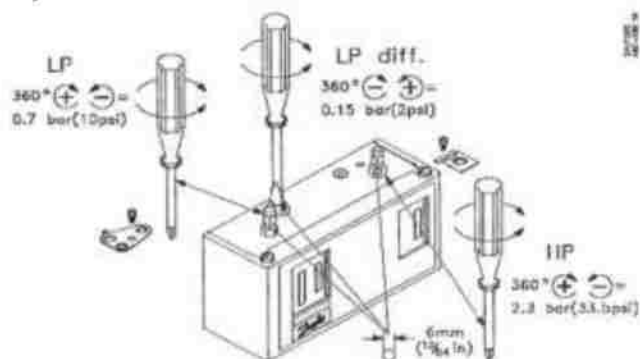

Рис. 2. Фрагмент инструкции фирмы 'Danfoss' по настройке реле давления марок KP 15
**Сдвоенные реле давления** также имеют регулировочные винты на верхней части: один для стороны низкого давления и один для стороны высокого давления. Соответственно на лицевой стороне расположены две шкалы давления и шкала дифференциала. Винт стороны низкого давления зафиксирован пластинкой. Увеличение вставки у сдвоенных реле давления, как правило, происходит вкручиванием регулировочного винта по часовой стрелке, уменьшение — выкручиванием против часовой стрелки. Увеличение дифференциала у реле давления, как правило, происходит выкручиванием регулировочного винта против часовой стрелки, уменьшение — вкручиванием по часовой стрелке (рис. 2).